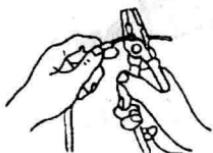

图 1-5 剪切导线
(3) 剪切导线。使用钢丝钳剪切导线时，右手应握住钳柄，左手拿住导线，并将导线置于钳头刀口处，右手用力挤压钳柄，导线则可剪断。操作方法如图 1-5 所示。